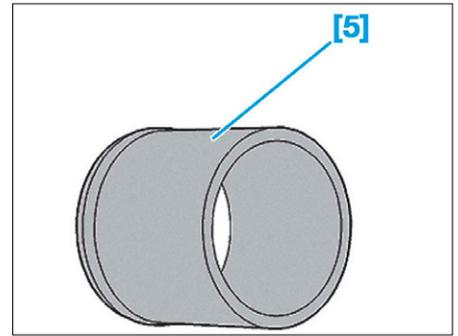

FIG. 58
- [5]. Tas de montage du bouchon de moyeu (réf : 0619-F) (Fig.58).